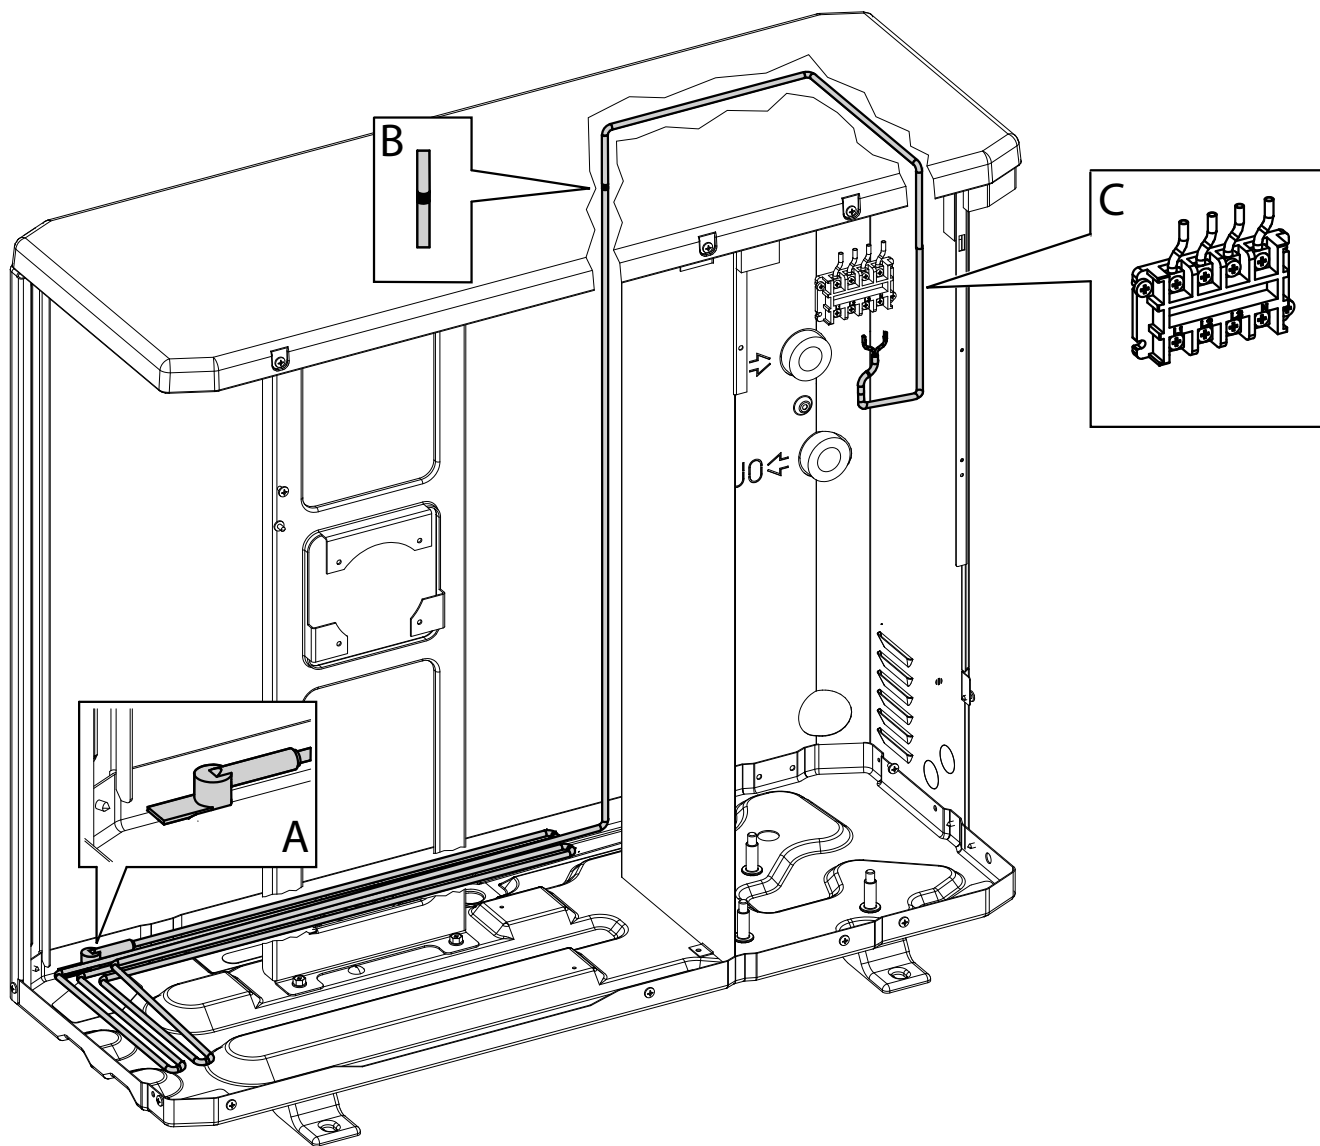

Fig. 1
Modelli Audax Top 6 - 8 ErP - Audax Pro 5 ErP (Fig. 1).
- Stendere il cavo scaldante secondo il percorso illustrato in Fig. 1.
Models Audax Top 6 - 8 ErP - Audax Pro 5 ErP (Fig. 1).
- Lay the heating cable according to the path shown in Fig. 1.
Audax Top 6 - 8 ErP - Audax Pro 5 ErP (Fig.1).